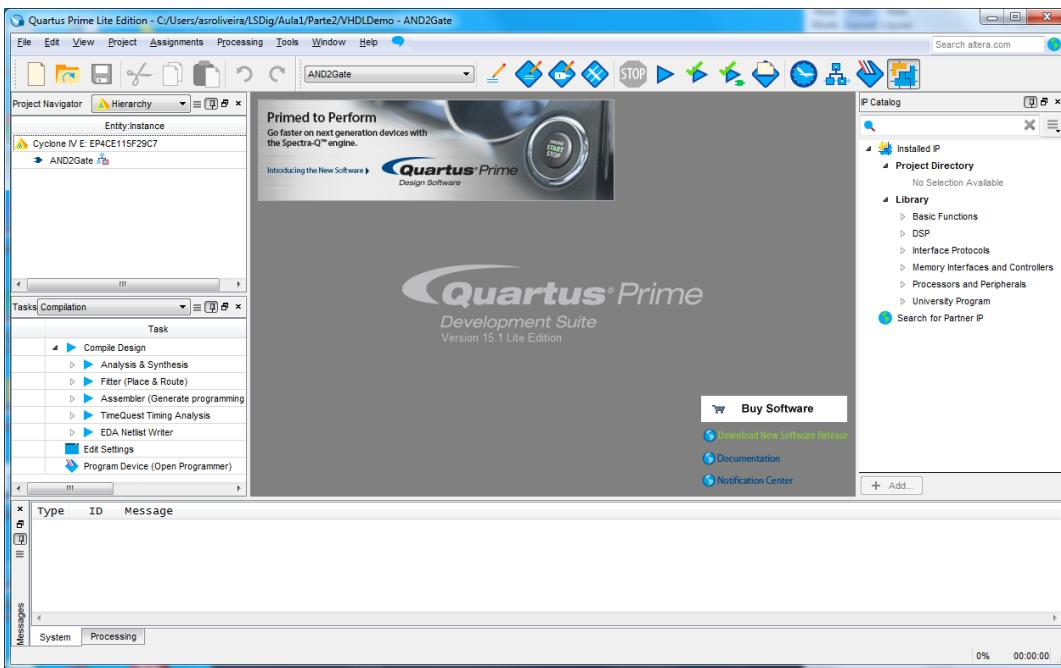

Figura 32 – “Quartus Prime” IDE após a criação do projeto.
- Após premir “Finish” o IDE “Quartus Prime” deve apresentar o aspetto da Figura 32.